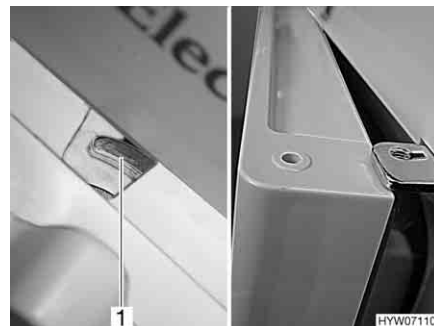

Fig. 157 Porta del frigorifero/del vano congelatore in posizione di ricircolo d'aria (serie Dometic 7 con vano congelatore separato)
- Spostare il dispositivo di bloccaggio completamente verso destra. La porta del frigorifero/porta del vano congelatore è bloccata con l'ausilio dell'arresto della porta (Fig. 157,1). In questo modo la porta del frigorifero/porta del vano congelatore rimane ferma in posizione socchiusa (Fig. 157).